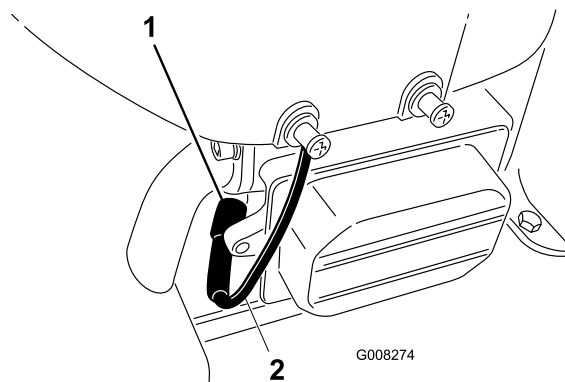

Figura 26
6. Scollegate il cappellotto dalla candela (Figura 26).
8. Togliete la candela e la rondella metallica (Figura 26).
3. Collegate il cappellotto alla candela (Figura 26).